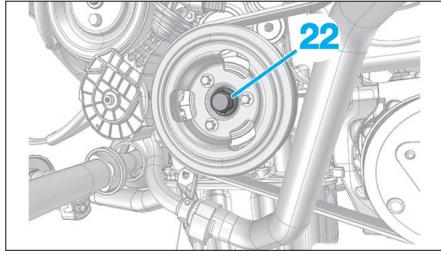
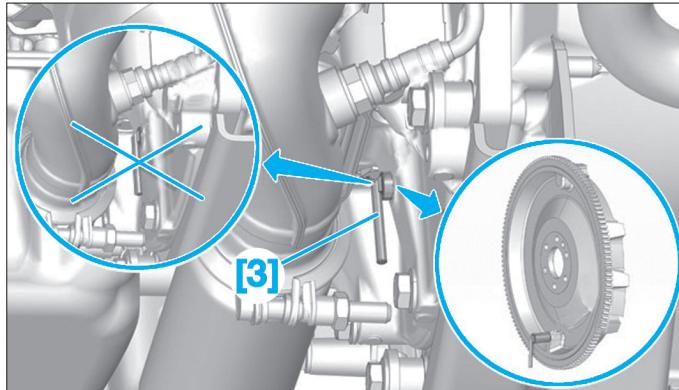

Fig. 10
Fig. 11
- Tourner le vilebrequin (22) (Fig.10) dans le sens de rotation du moteur pour permettre la mise en place de l'outil [3] (Fig.11).
- Vérifier le bon pigeage du moteur en essayant de tourner la vis (22) (Fig.10) dans le sens antihoraire.